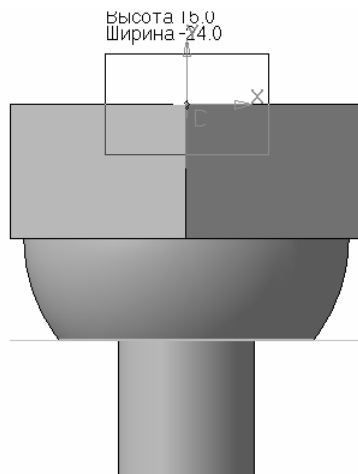

Рис. 38. Эскиз для построения выреза
2. Создадим «Прямоугольник по центру и вершине», центр которого совпадает с центром системы координат, а также высотой, равной 16 мм, и шириной, равной 24 мм. Пример изображения приведен на рис. 38.